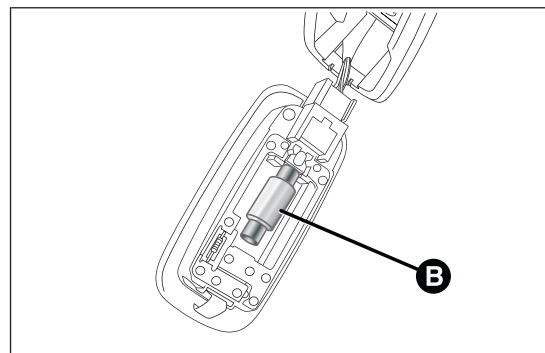

fig. 185
- remplacer l'ampoule B fig. 185 en la séparant des contacts latéraux ;